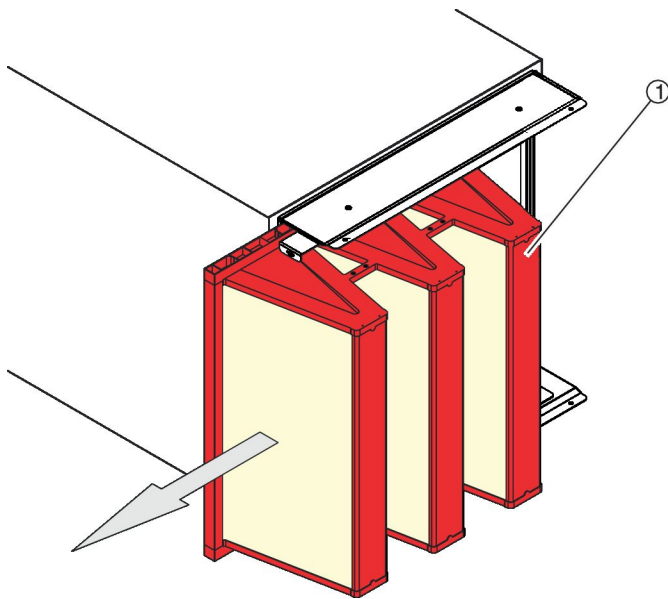

Abb. 59: Filterelement herausziehen
5. ▶ Das Filterelement ( Abb. 59 /1) zur Seite herausziehen.